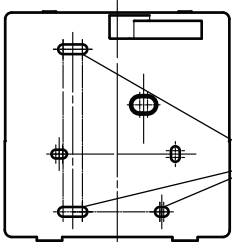

Рис. 6
2. Для непосредственного крепления задней панели к стене используйте три шурупа GB950-86 M4X20. (Рис. 6)